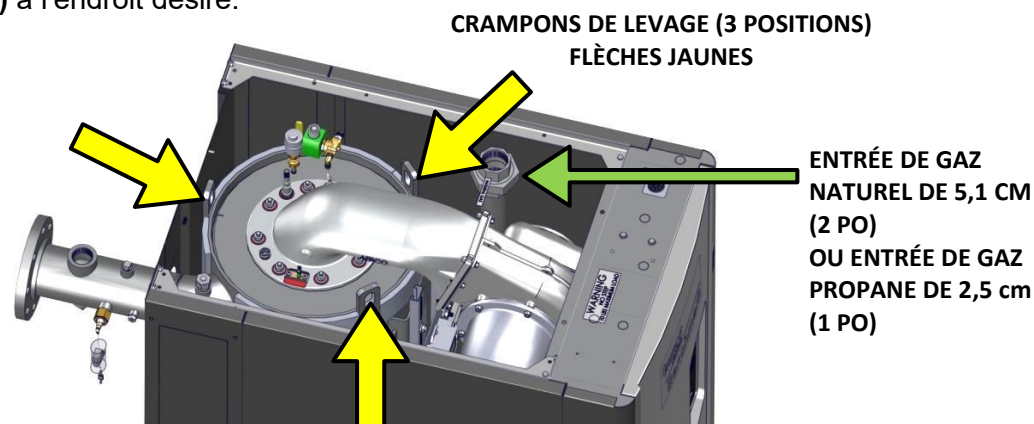

Figure 2-4b : Dispositifs de levage de la chaudière – BMK1500/2000 illustrés
Trois crampons de levage sont fournis en haut de l'échangeur de chaleur principal, comme illustré à la figure 2-4b. Retirez le panneau avant supérieur de l'appareil pour accéder aux crampons de levage. Retirez les quatre (4) tire-fonds qui fixent l'appareil à la palette d'expédition. Soulevez l'unité de la palette d'expédition et placez-la sur la dalle de propreté en béton (obligatoire) de **10,2 à 20,3 cm (4 à 8 po)** à l'endroit désiré.